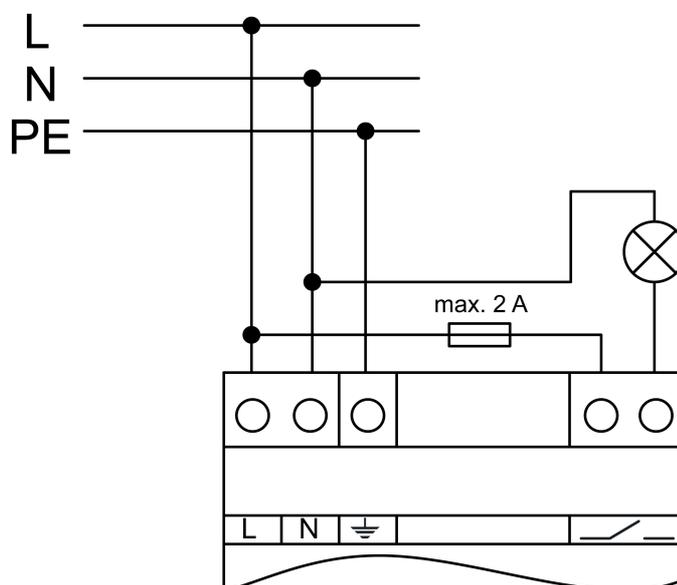

Bild 5: Anwendungsbeispiel – Meldelampe zur optischen Betriebsanzeige
- Meldeeinrichtung entsprechend Anschlussbeispiel – (Bild 5) oder – anschließen.